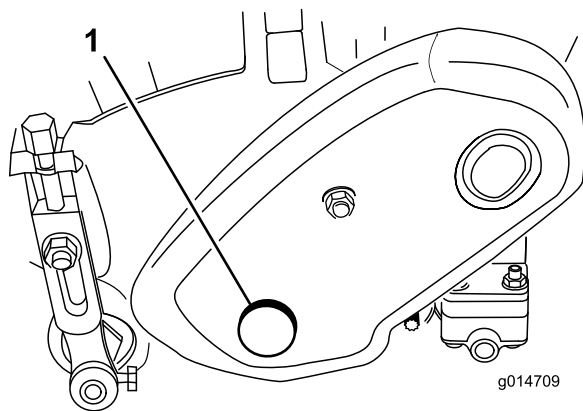

Figura 20
1. Togliere il tappo dal carter del comando del cilindro, a sinistra del gruppo cilindro (Figura 20)